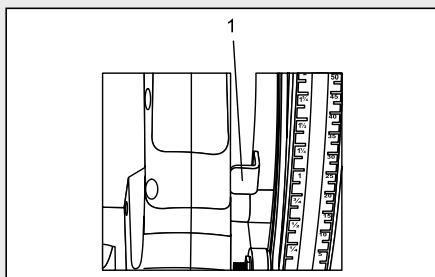

Fig. 4
1. Appuyez sur le bouton de blocage de l'arbre (1) (Fig. 4).